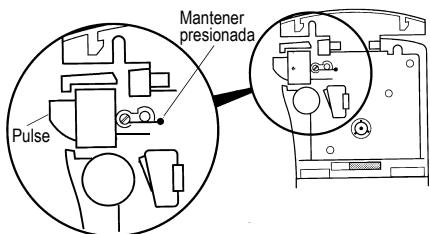

Figura 10
2. Coloque la punta de un bolígrafo o lápiz sobre la pieza con forma de L, como se muestra en la Figura 10, y presiónela.